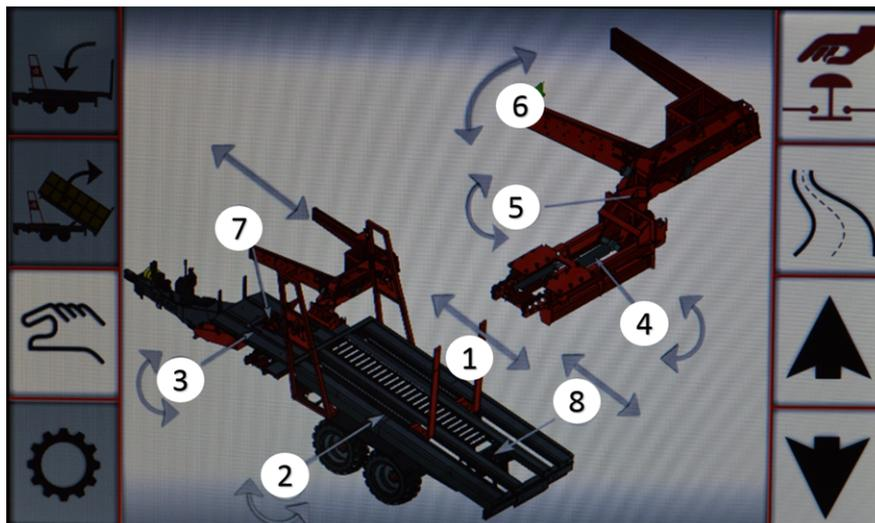

рисунок 26 — Функции ручного управления
2. Выберите узел или деталь тьюкопогрузчика, которую вы хотите задействовать. Рядом с выбранной функцией появится зеленая галочка в кружочке (см. рисунок 26 и таблица 12 для получения описания доступных функций). В предыдущем примере выбрана функция, которая отвечает за раскрытие и закрытие захвата.